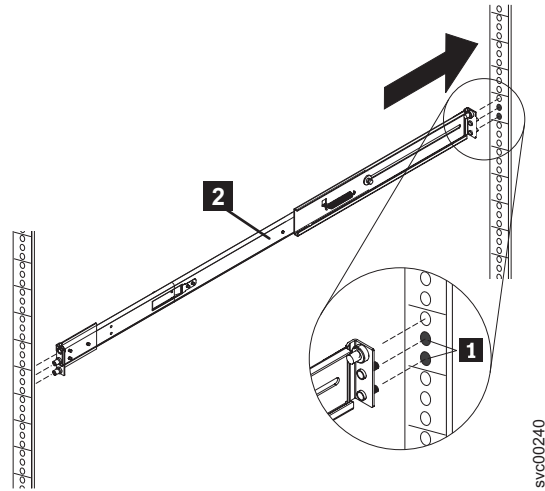

図 60. 右方スライド・レールの背面ラック・マウント・フランジへの挿入
3. 85 ページの図 60 に示すように、レール・ピン **1** が背面ラック・マウント・フランジを通して突き出るように、右側スライド・レール **2** を伸ばしてフランジに挿入します。